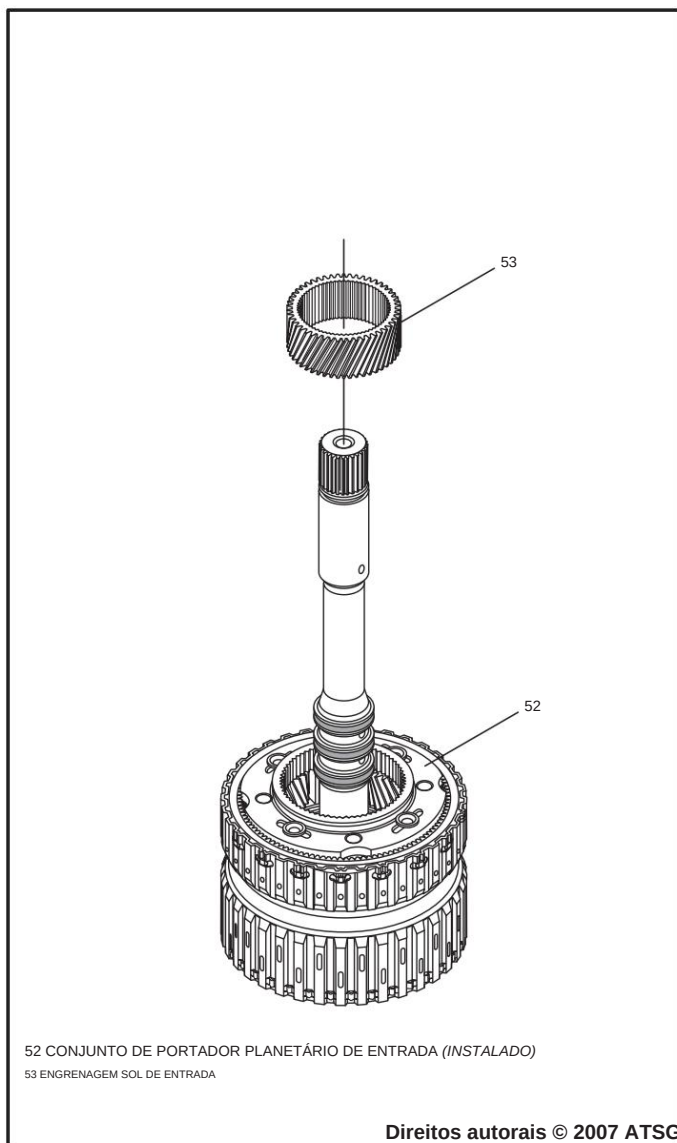

Figura 162
19. Instale a engrenagem solar de entrada, conforme mostrado na Figura 162, com um movimento giratório até que esteja totalmente assentado.